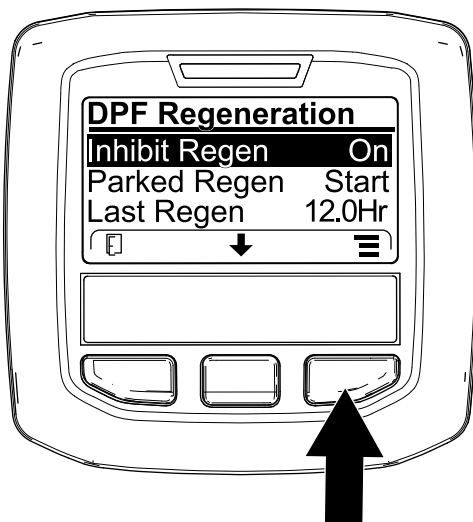
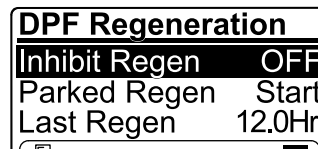

Bild 49
Bild 50
1. Navigieren Sie auf das Menü „DPF Regeneration“, drücken Sie die mittlere Taste und navigieren Sie auf die Option INHIBIT REGEN.; drücken Sie die rechte Taste, um den Eintrag „Inhibit Regen.“ auszuwählen (Bild 49).
2. Drücken Sie die rechte Taste, um die Einstellung für das Verhindern der Regenerierung von „On“ in „Off“ (Bild 49) oder von „Off“ in „On“ (Bild 50) zu ändern.